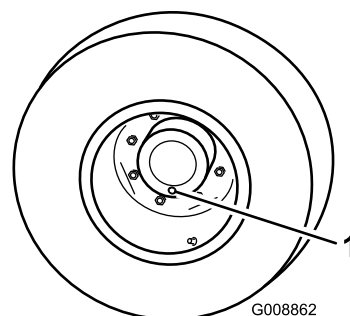

図 91
2. 点検/ドレンプラグが一番低い位置時計の 6 時の位置に来るように停止させる 図 91。